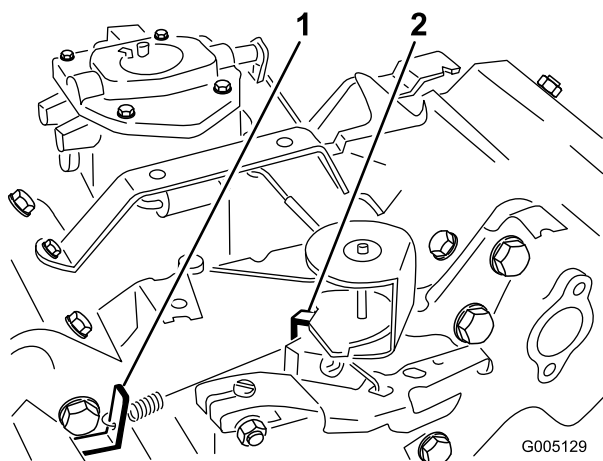

Figura 47
3. Piegate la linguetta di ancoraggio della molla regolata al minimo (Figura 47) per ottenere una minima di 1650 ± 100 giri/min. Controllate la velocità con un tachimetro.
5. Mettete il comando dell'acceleratore in posizione Fast. Piegare la linguetta di ancoraggio della molla del massimo (Figura 47) per ottenere una velocità massima di 2850 ± 50 giri/min.